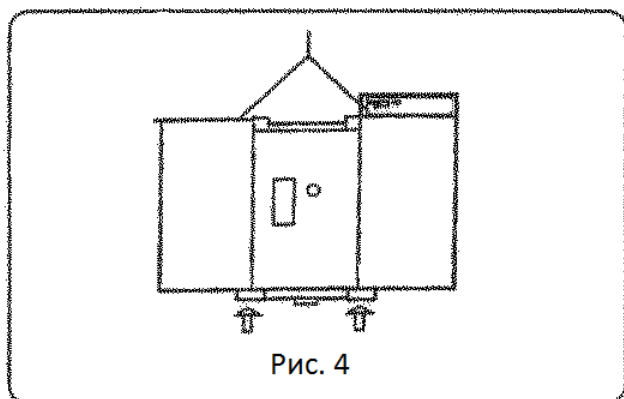

Рис. 4
- Только после установки машины можно снять упаковку и защитную бумагу (см. рис. 4).